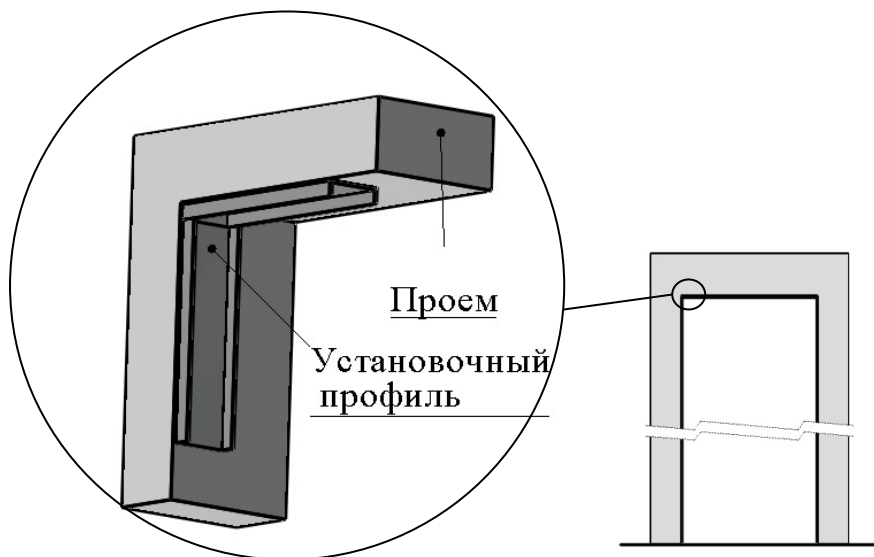

Рис.1
2.1 Установочный профиль (для устранения неровностей проёма) нарезается в размер подготовленного проема. (профиль должен плотно прилегать к стенкам проёма, без зазора между боковыми планками и верхней) (Рис.1).